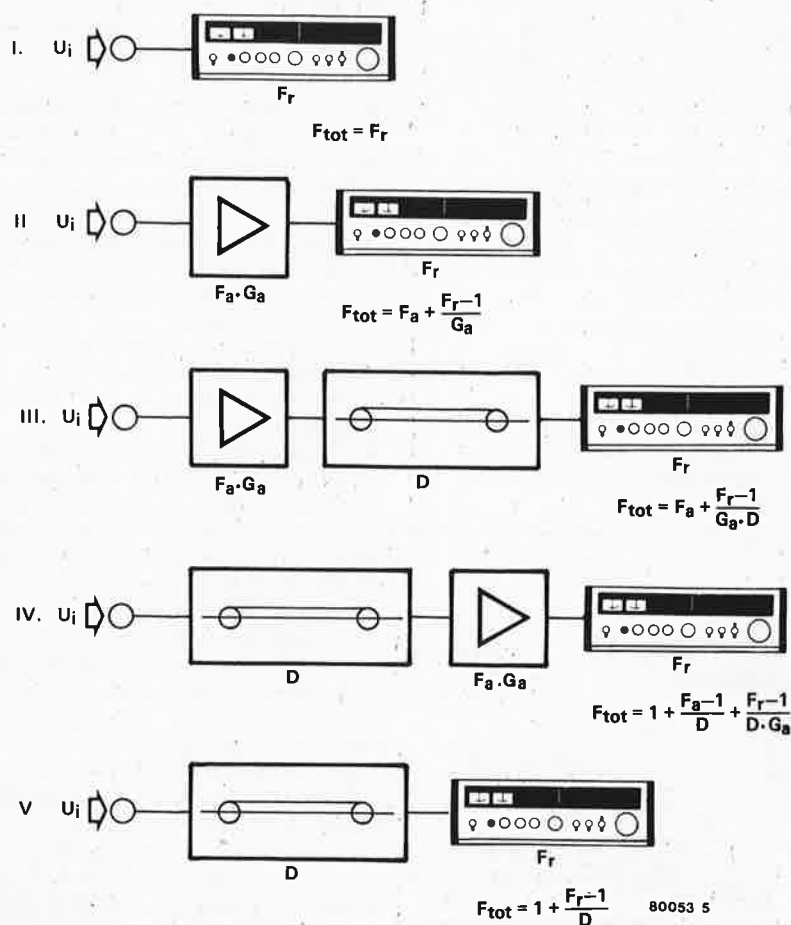
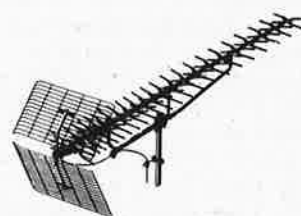

Figure 5. Comparaison des performances entre diverses configurations composées des éléments suivants:
Figure 6. La figure 6a représente le gain d'une antenne en fonction du nombre d'éléments. Les figures 6b à 6d illustrent les réseaux suivants:
La figure 5 compare plusieurs configurations utilisant les mêmes composants, à savoir:
Tableau 1. (voir la figure 5)
Figure 5. Variation du niveau de bruit (F) du BFT 66 en fonction de la résistance de source, le courant de collecteur étant choisi comme paramètre (pour des fréquences de 10 et 800 MHz). L'élévation du niveau de bruit, résultant de l'augmentation du courant est relativement faible comparée à d'autres types de transistors, avantage appréciable pour un amplificateur d'antenne ou tout autre type d'amplificateur à large bande.
Figure 6. Variation du taux d'intermodulation en fonction du courant de collecteur pour une tension de sortie de 180 mV. Ce tracé met en relief le comportement du BFT 66 pour des signaux élevés.
Les figures 5 et 6, extraites des notices explicatives déjà mentionnées ci-dessus, sont respectivement les caractéristiques de bruit et d'intermodulation. La figure 5 représente les variations du niveau de bruit (à des fréquences de 10 et 800 MHz) en fonction de la résistance de source, le courant de collecteur étant pris comme paramètre. Pour une résistance comprise entre 50 et 75 Ω et un courant de collecteur de 10 mA, le niveau de bruit est inférieur à 3 dB, même à 800 MHz. Le graphe de la figure 6 nous montre les variations du taux d'intermodulation en fonction du courant de collecteur. Pour effectuer ces mesures, on a appliqué deux signaux d'entrée pouvant fournir une tension de sortie de 180 mV. Le taux d'intermodulation est défini comme étant la différence de niveaux entre les signaux d'entrée et le signal intermodulé de sortie (exprimés en dB). Pour des courants variant entre 2 et 10 mA, ce rapport augmente continuellement avec le courant pour se stabiliser finalement aux environs de 60 dB, pour un courant de 10 mA. Un accroissement supplémentaire du courant n'apportera aucune modification à ce tracé, qui n'est qu'une indication du comportement du circuit à signaux élevés.